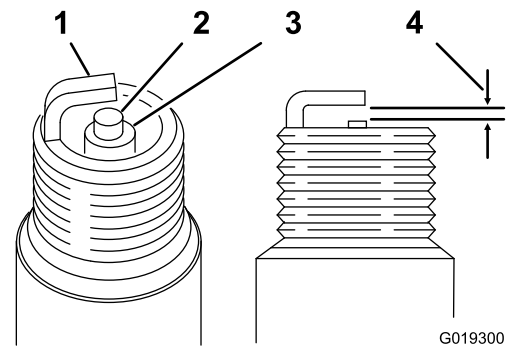

Figura 50
1. Mire la parte central de la bujía (Figura 50). Si se observa un color gris o marrón claro en el aislante, el motor está funcionando correctamente.
2. Con una galga para bujías, mida la distancia entre el electrodo lateral y el electrodo central (Figura 50).